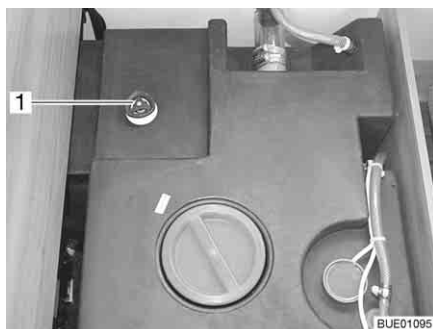
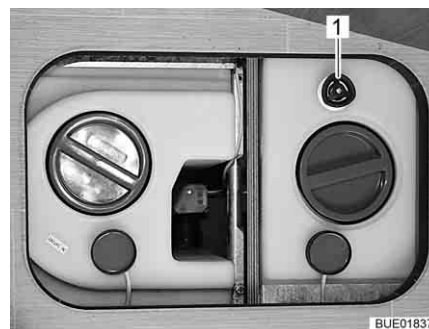

Fig. 231 Depósito de agua con tirador giratorio (Viseo)
Fig. 232 Depósito de agua con tirador giratorio (Elegance)
- Girar el tirador giratorio (Fig. 231,1 ó bien Fig. 232,1) sobre el depósito de agua en sentido de las agujas del reloj, hasta el tope.
- Girar el tirador giratorio (Fig. 231,1 ó bien Fig. 232,1) sobre el depósito de agua en sentido contrario a las agujas del reloj, hasta sentir resistencia. El agua saldrá hasta una cantidad residual (cantidad residual en el caso de Viseo: 60 l; cantidad residual en el caso de Elegance: 20 l).